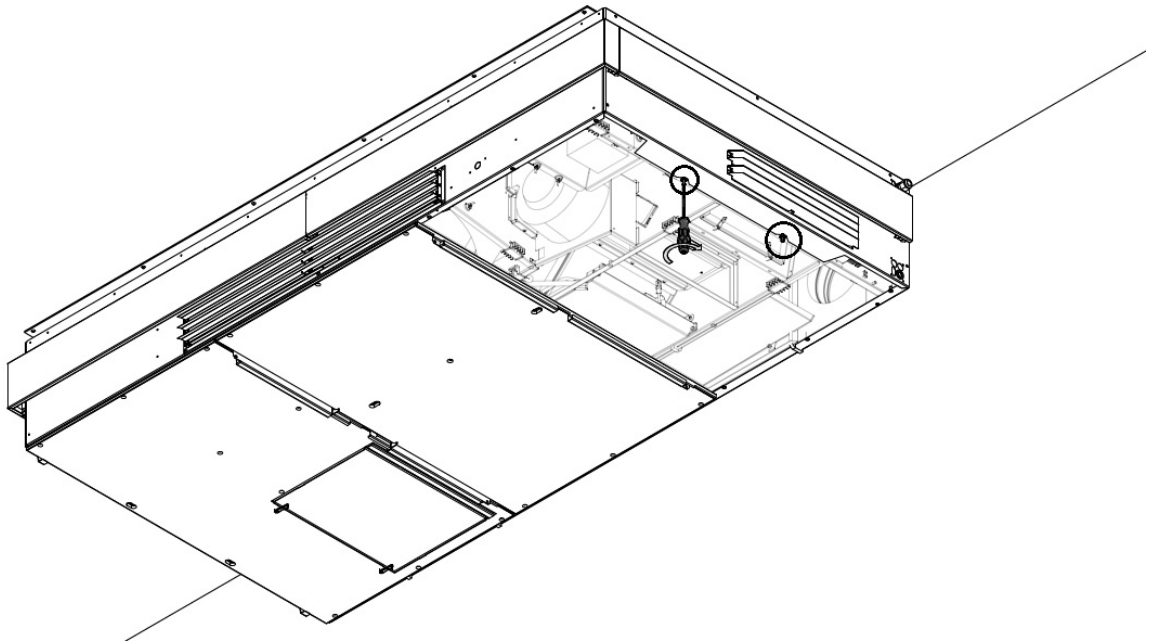

Abbildung 45: Einschrauben von zwei lange Schrauben in den rechten Rahmen
10. Schrauben Sie zwei lange Schrauben in den Rahmen auf der rechten Seite, siehe Abbildung 45 unten. Denken Sie daran, zwischen dem Rahmen und dem Schraubenkopf einen Abstand von mindestens 10 mm frei zu halten.